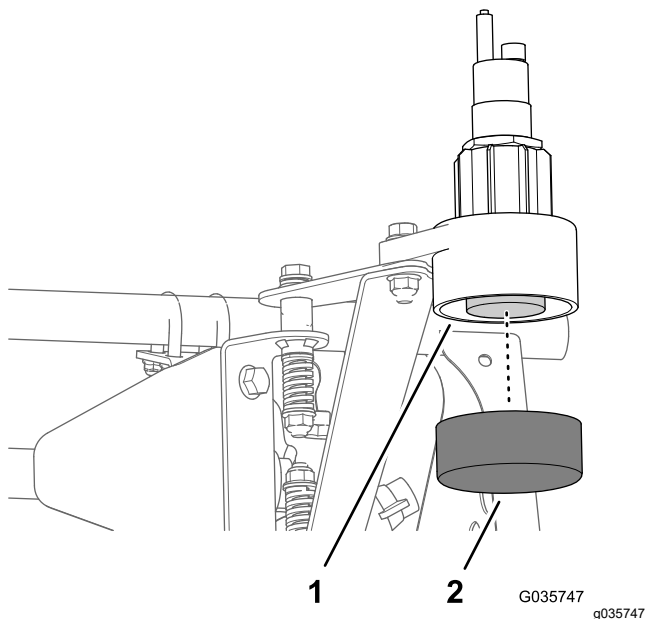

Figura 46
1. Coloque o tampão na parte de baixo da parte inferior da caixa (Figura 46).